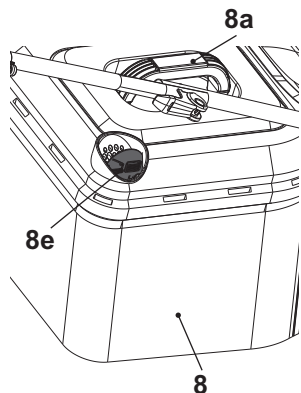

Fig. 13
1. Quando a escotilha (8e) está aberta, o coletor de relva tem volume suficiente para recolher a relva (Fig. 13).